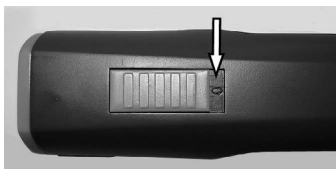

Fig. 4 Interrupteur posición DESCO. ("0")
1. Examine los contactos de la esquiladora (1) y de la batería (2) a cuerpos extraños y ensuciamientos.
2. Asegure que el interruptor de la esquiladora está en posición DES-CO ("0") (fig.4).
3. Inserte la batería (2) en la esquiladora (3) hasta que el enclavamiento de batería (1) enclava de los dos lados.
4. Inserte la esquiladora con la batería (1) o la batería sola (2) por la parte superior en la cavidad del cargador prevista para ello, sin forzar.
6. La batería carga. Durante la carga, el piloto de control (3) es encendido rojo. Una vez que la batería se ha cargado un 90 %, la luz testigo cambia a verde y el cargador conmuta a "carga de mantenimiento".
7. Tenga el cargador a una mano y retire la esquiladora (1) o la batería (2) por la otra mano.
1. Meta el interruptor a la posición DESCO "0" (fig. 4).
2. Apriete el enclavamiento de batería (2) de los dos lados hacia el interior y retire la batería (1) de la esquiladora.
3. Inserte la batería cargada (1) en la esquiladora (2) hasta que el enclavamiento de la batería haya encajado de los dos lados.